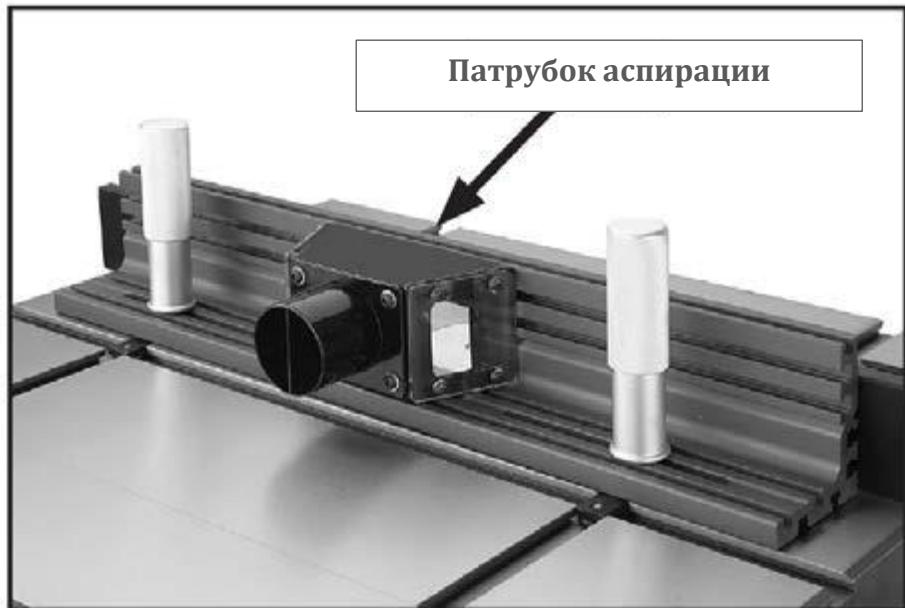

Рис. 9. Патрубок аспирации, установленный на параллельном упоре
10. Установить патрубок аспирации на задней стороне параллельного упора с помощью четырёх винтов M6-1 x 10 и 4 плоских шайб 6 мм, как показано на **рис. 9.**